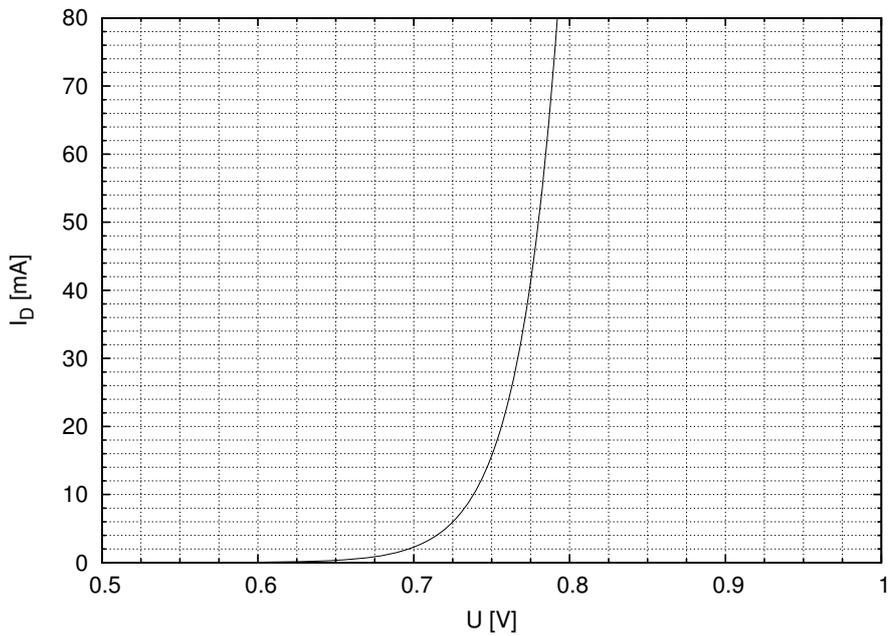

Abbildung 2.2: Dioden-Kennlinie
2.2 Bestimmen Sie den Sperrsättigungsstrom aus Abbildung 2.2!